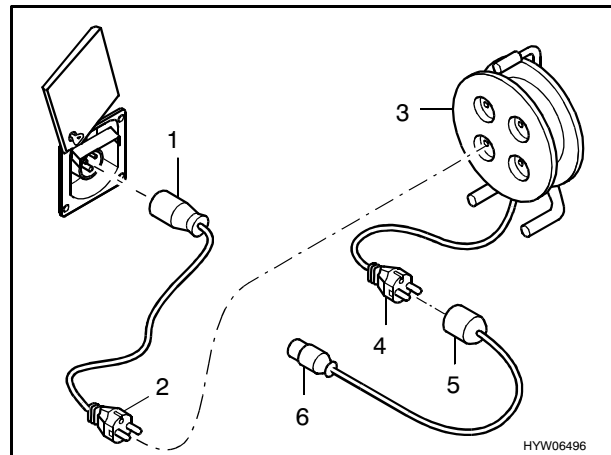

Fig. 54 Possibilità di collegamento per il collegamento a 230 V
- Ribaltare in alto la copertura (Fig. 54).
giunto di collegamento CEE 17 con contatto di terra (Fig. 54,1) – spina con contatto di terra (Fig. 54,2).
presa con contatto di terra (Fig. 54,3) – spina con contatto di terra (Fig. 54,4).
giunto di collegamento con contatto di terra (Fig. 54,5) – spina CEE 17 con contatto di terra (Fig. 54,6).